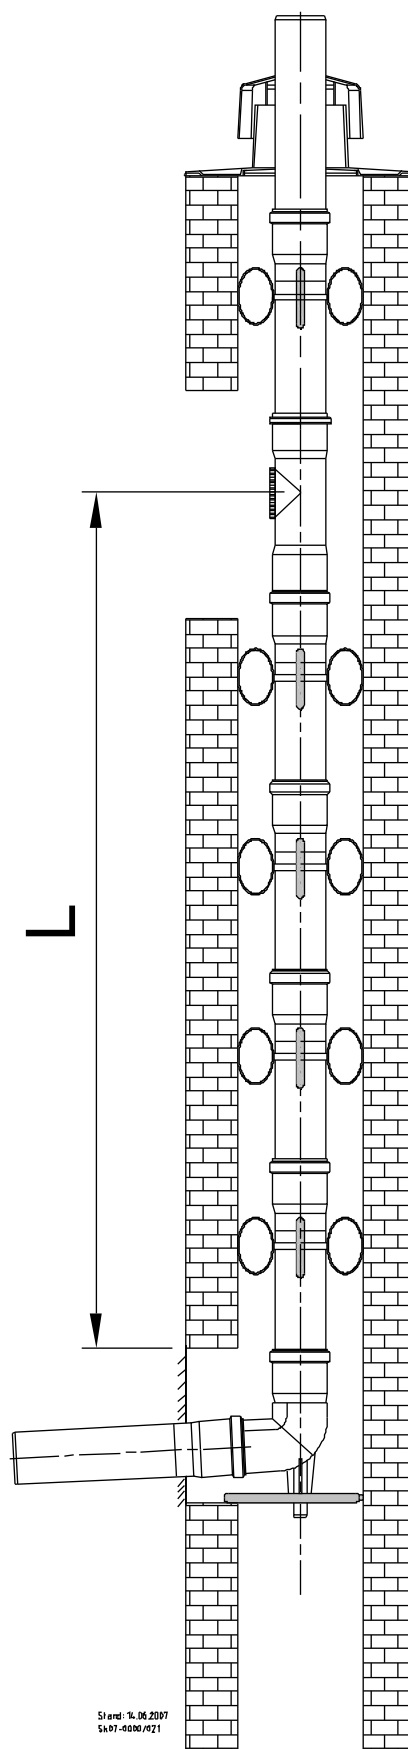

Abb. 84: Kaminsystem, starr, zur Ermittlung von Abstandsmaß L
- das Maß L (s. Abb. 84) zwischen Stützbogen und Revisionsstück zu ermitteln
- die senkrechten Abgasrohre in 2 m Baulänge sind mit der „Stoppring-Technik“ ausgerüstet (s. Abb. 84). Die Rohrenden werden durch diese Verbindungstechnik für die Montage gegen Herausrutschen gesichert.